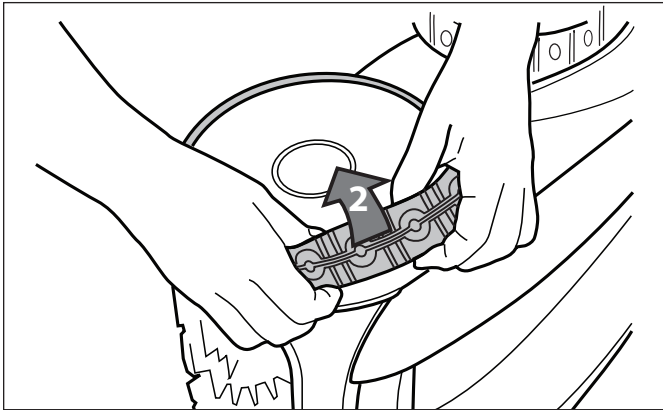

Figura 32. Retire el neumático viejo
2. Retire el neumático viejo (Figura 32).